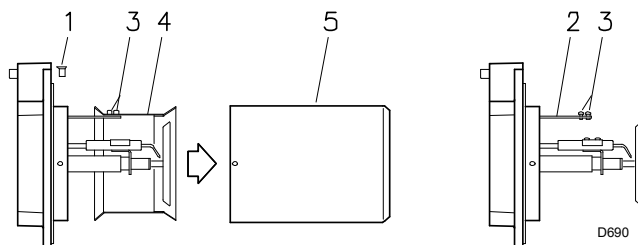

Fig. 12
- desserrer les vis 1)(Fig. 12) et démonter l'embout 5) ;